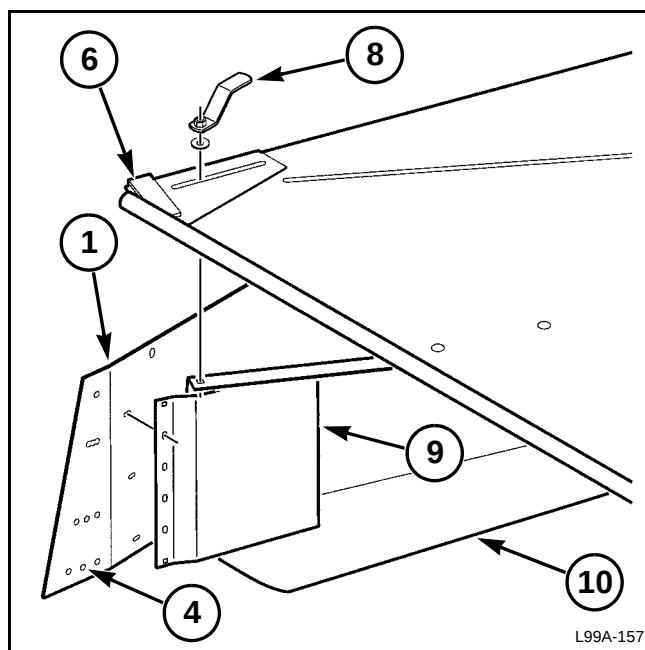

FIG. 179
FIGS. 179–180: Instale un soporte de blindaje de formación (1) en cada extremo del cabezal. Use ocho pernos de transporte de 3/8-16 x 1 (2), arandelas planas templadas y tuercas hexagonales de la bolsa de componentes.